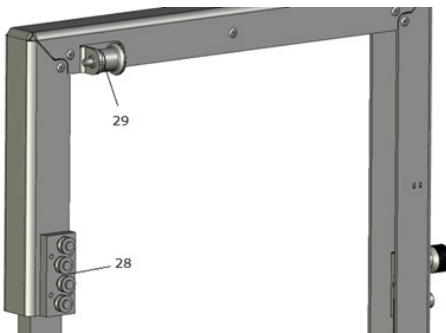

Abb. 13
Der Eckschneider (16) wird auf der rechten Seite der rechten Grundplatte (2, Abb. 1) mit den Rollen des Gleitschlittens (28, Abb. 13) von oben die dafür vorgesehene Führungsschiene (17) eingeführt. Achten Sie darauf, dass der Gleitschlitten nicht verkanntet und die Rollen gerade eingeführt werden.
Entriegeln Sie den EKS am Rastbolzen (29, Abb. 13) und lassen den Draht an der markierten Stelle bis zum Anschlag nach unten gleiten.